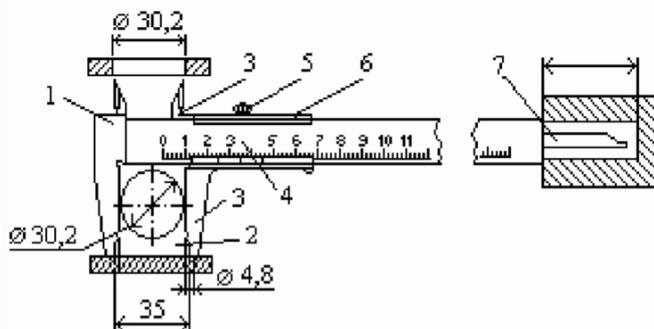

Рисунок 1 – Устройство нониуса и отсчет показаний штангенциркуля
относительно основной, и по положению нулевого штриха нониуса определяют величину этого смещения, равную измеряемой величине (N). Дробные деления определяют по совпадению какого-либо штриха нониуса с любым штрихом основной шкалы. Измерение с помощью штангенциркуля (рис.1) различных элементов конструкции (диаметров отверстия или вала, межцентрового расстояния, глубины отверстия и т.п.) проводят следующим образом: при отстопоренном винте 5 перемещают по штанге 1 нониус 6, приводят в соприкосновение с поверхностями измеряемых деталей измерительные поверхности штанги и нониуса 2 и 3 или соединенного с нониусом измерительного стержня 7. В этом положении необходимо застопорить рамку нониуса 6 винтом 5 и снять отсчет со шкалы прибора.